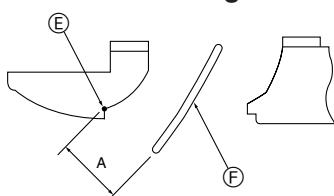

Fig. 5-10
- Pour régler le sens souhaité de la soufflerie, déplacer lentement les ailettes vers le haut/vers le bas dans la plage indiquée. (Fig. 5-10)